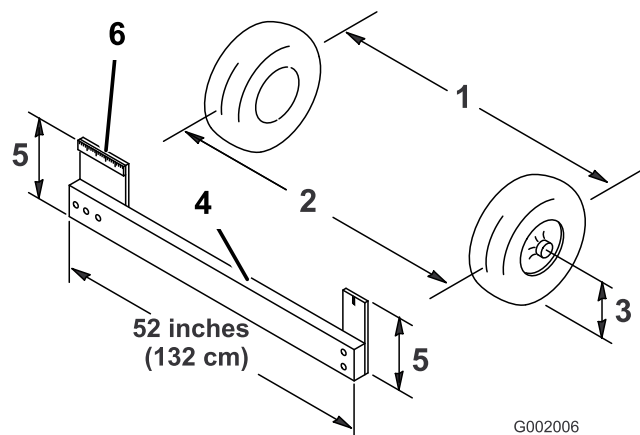

Figura 50
- Meça a distância entre os pneus dianteiros à altura do eixo na zona dianteira e traseira dos pneus dianteiros (Figura 50).
Nota: Vai necessitar de um objeto ou medidor de alinhamento para obter uma medição precisa da traseira dos pneus dianteiros à altura do eixo. Utilize o mesmo objeto ou medidor de alinhamento para obter uma medição precisa da dianteira dos pneus dianteiros à altura do eixo (Figura 50).